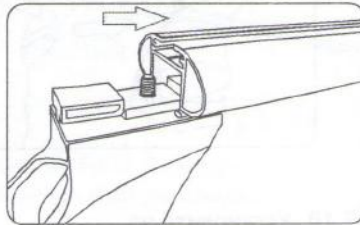

рис. 9
1.2.7. Возьмите ранее подготовленную опору и вставьте её в дугу так, чтобы металлическая гайка и направляющие опоры попали в паз. Доведите опору по пазу дуги до касания с ранее установленной линейкой (рис. 9).